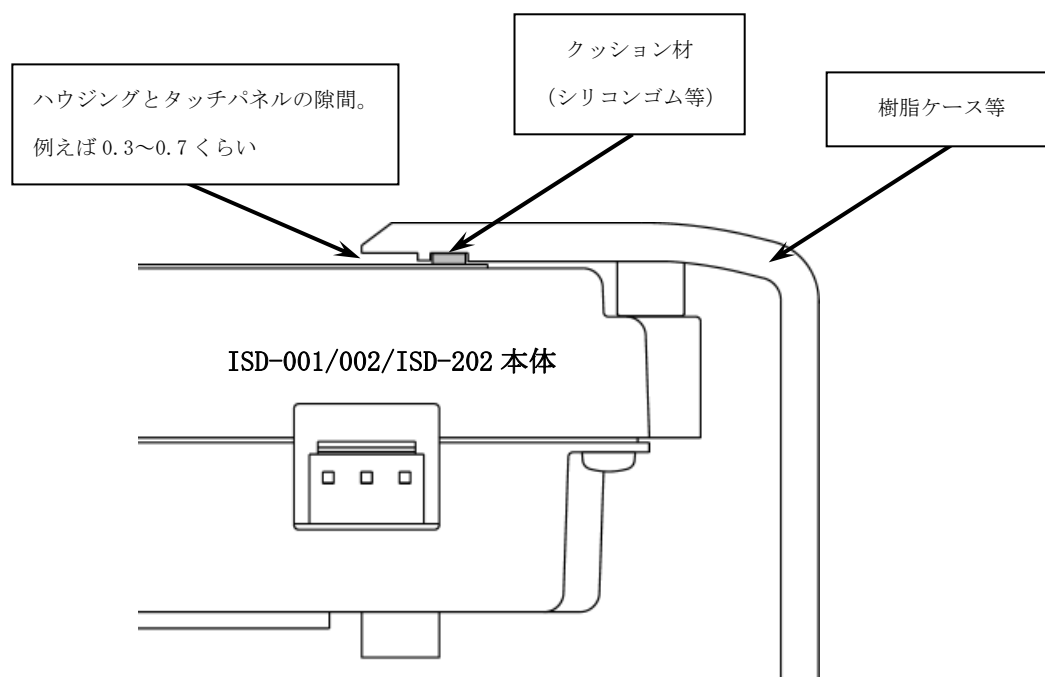

図1
- (1) 図1のように、タッチパネルとハウジング先端が空隙を保つような形に設計頂くのが、誤入力防止に効果があります。ハウジングに溝を設けクッション材を挿入することをお奨めします。(ハウジングにバリが発生しても、タッチパネルスイッチへの圧力が避けられ、誤入力防止や耐久性向上に効果があります)